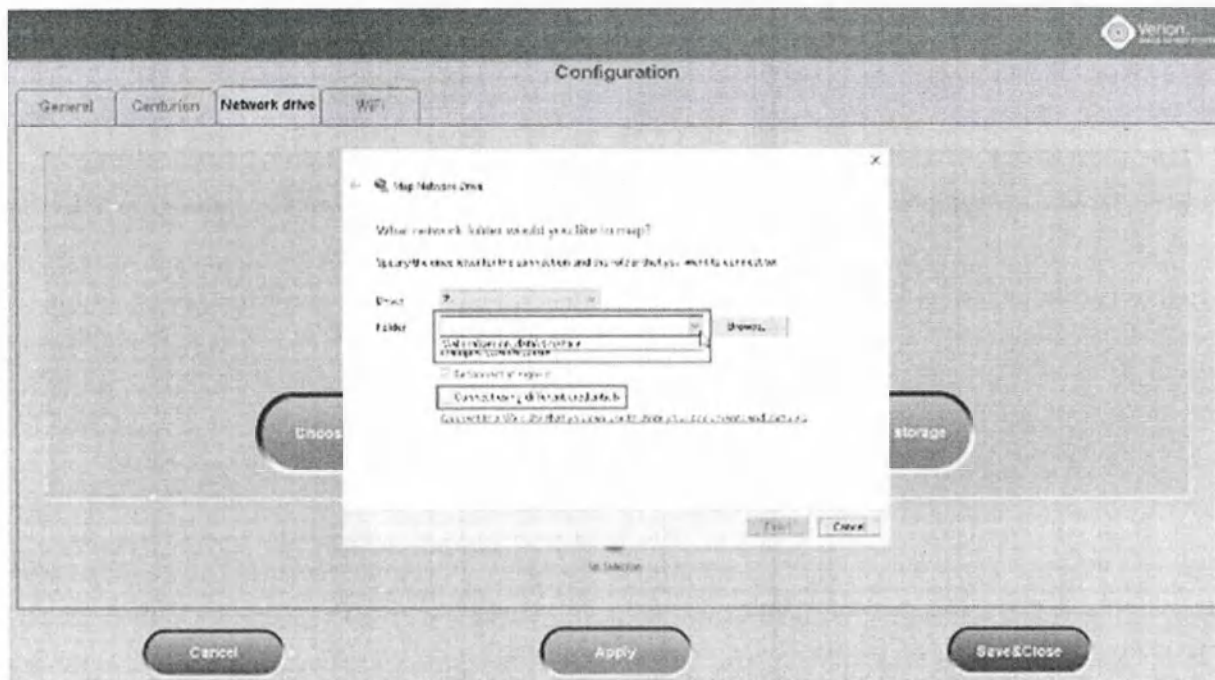

Рисунок 48. Диалоговое окно Windows «Подключение сетевого диска»
- Кнопка **Choose network storage (Выбрать сетевое хранилище)** вызывает диалоговое окно *Map Network Drive (Подключение сетевого диска)* пользовательского интерфейса MS Windows® (Рисунок 48).